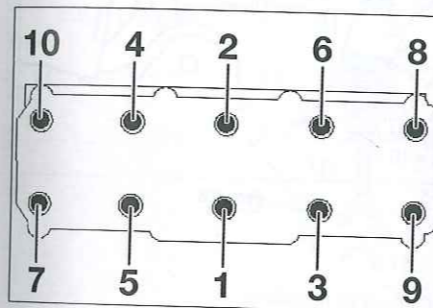

Fig. 72
- Apretar los tornillos de culata respetando el orden y el par de apriete prescrito (Fig.72).